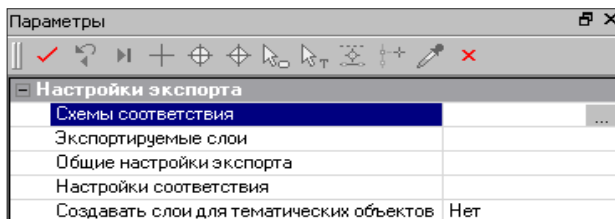

Рис. 13.13
2. В окне **Параметры** (рис. 13.13) необходимо задать настройки экспорта в следующей последовательности: